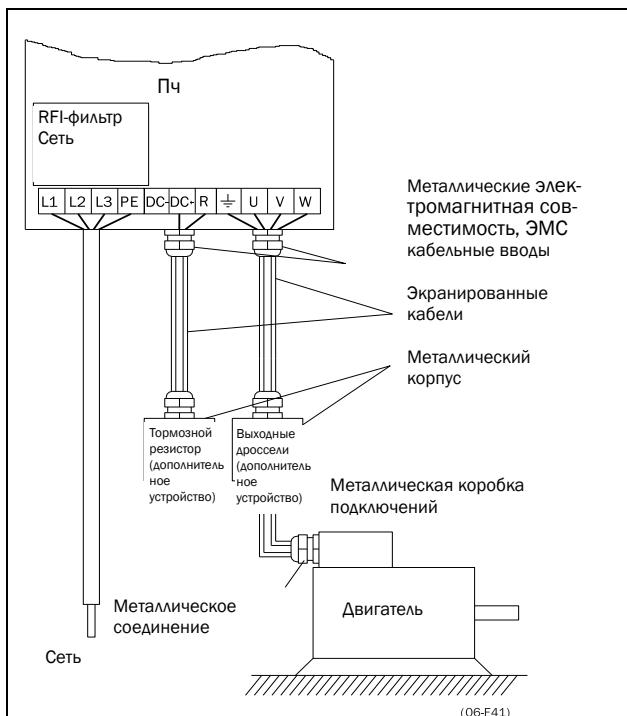

Рис. 34 Подключение кабелей двигателя и питающей сети
- Подключите сетевой кабель в соответствии с Рис. 34. Преобразователь частоты в стандартном исполнении оснащен сетевым фильтром помех категории 3, который соответствует индустриальному применению.
- Подключите кабели двигателя в соответствии с Рис. 34. Согласно Нормам ЕМС, необходимо использовать экранированные кабели и подключить экран кабеля двигателя с обеих сторон: к корпусу двигателя и корпусу преобразователя частоты.